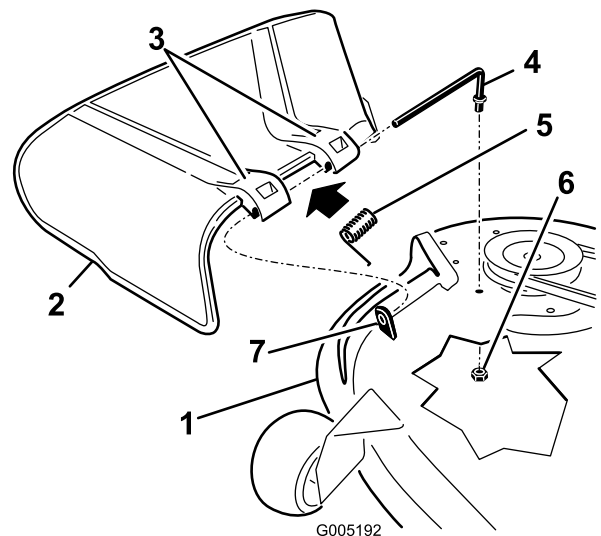

Figure 61
- Localisez les éléments montrés à la Figure 61.
- Retirez l'écrou (3/8 po) de la tige, sous le tablier de coupe (Figure 61).
d'herbe (Figure 61). Déposez le déflecteur d'herbe s'il est endommagé ou usé.
4. Remettez en place le déflecteur d'herbe (Figure 61).
6. Placez le ressort sur la tige, les fils d'extrémité dirigés vers le bas, entre les supports du déflecteur d'herbe. Insérez la tige dans le deuxième support du déflecteur d'herbe (Figure 61).
7. Insérez la tige à l'avant du déflecteur dans la courte cheville de positionnement sur le tablier. Fixez l'extrémité arrière de la tige dans le tablier de coupe à l'aide d'un écrou ( $\frac{3}{8}$  po) (Figure 61).